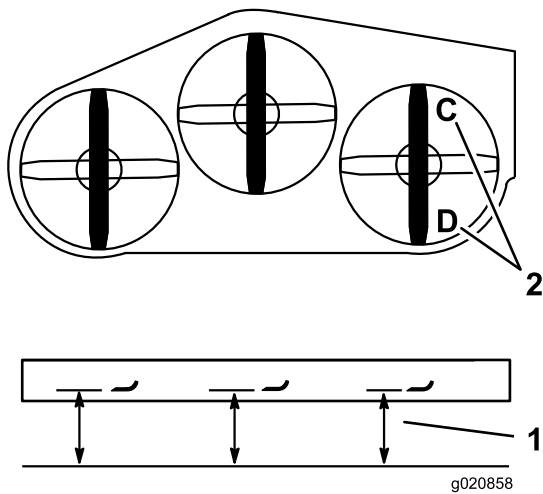

図 83
1. 右側のブレードを前後方向に向ける 図 83。
2. C位置で、平らな床面から右側のブレードの刃先までの高さを測り、測定値を記録する 図 83。
3. D位置で、平らな床面から右側ブレードの刃先までの高さを測り、測定値を記録する 図 83。
注 C 位置での刈り込みブレードの高さが、D 位置での高さよりも 6-10 mm 低ければ適正である 図 83。高さの差がこの範囲内には以下の手順で調整する。
2. 右側のブレードを前後方向に向ける 図 83。